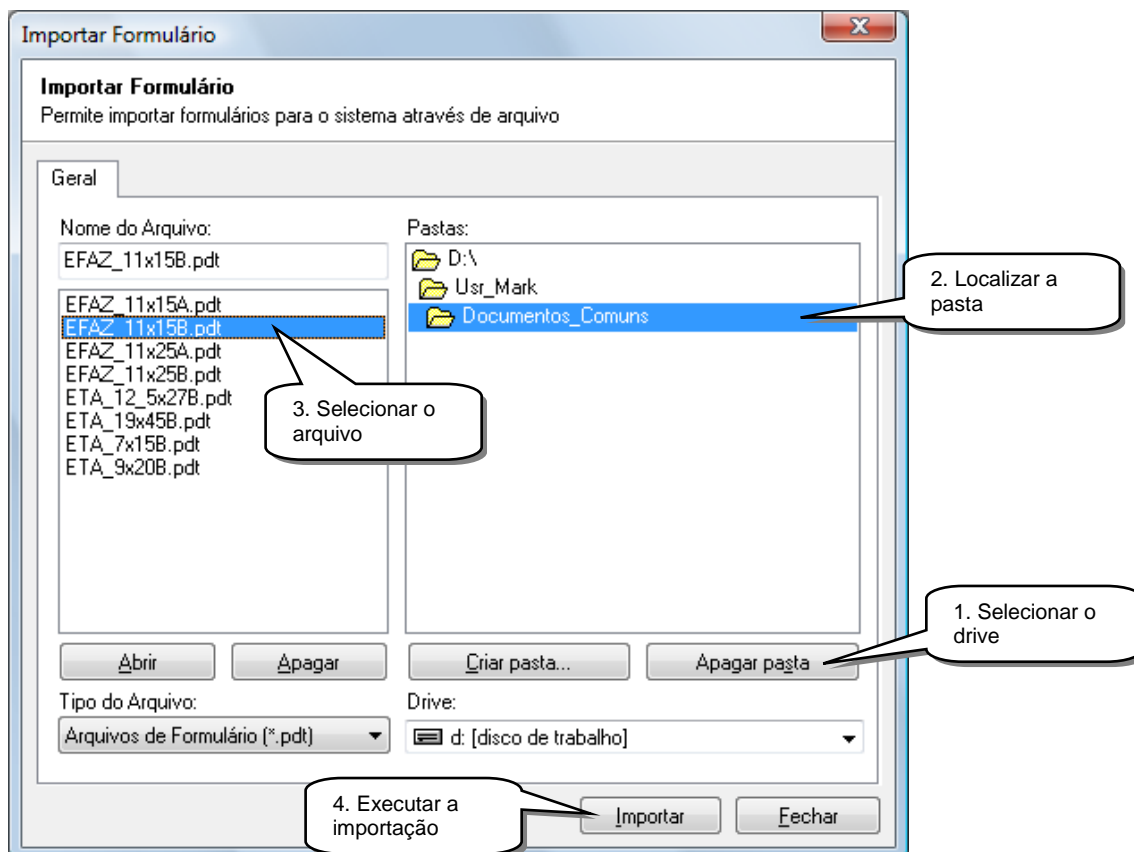

Figura 11.1.3
- Uma janela com as opções de importação deverá se abrir (figura 11.1.3). Localize onde o arquivo foi armazenado no computador, selecione-o e clique em “Importar” para que o novo formulário seja inserido no software;